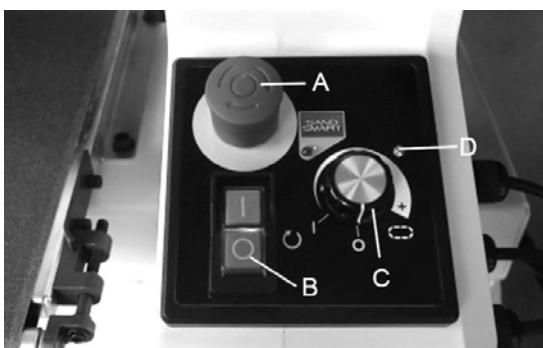

Рис. 8-1: панель управления
2. Сбросьте аварийный выключатель, повернув красную кнопку по часовой стрелке или потянув за нее (A, Рис. 8-1).